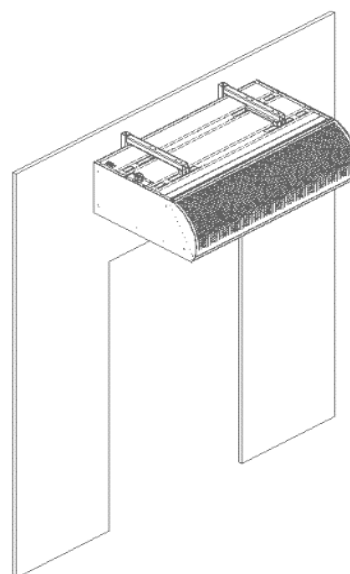

Fig 3b
Étape 2 Soulevez l'unité par le bas à l'aide d'un moyen de levage approprié et fixez-la aux supports muraux à l'aide des boulons M6 fournis (Fig 3b).